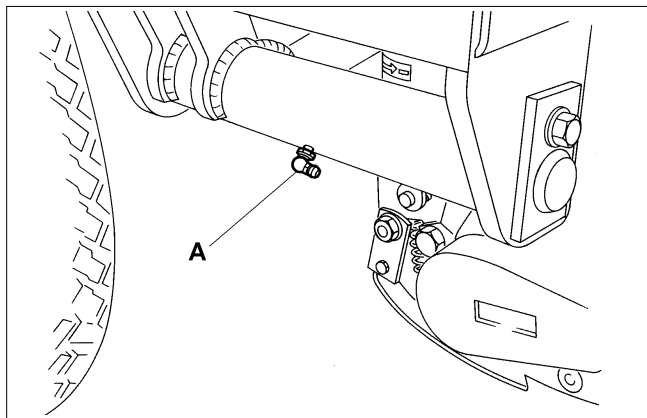

Fig.27
- Lift arm pivots rear (A Fig.27).
- (b) Perni del braccio di sollevamento posteriore (A Fig. 27)